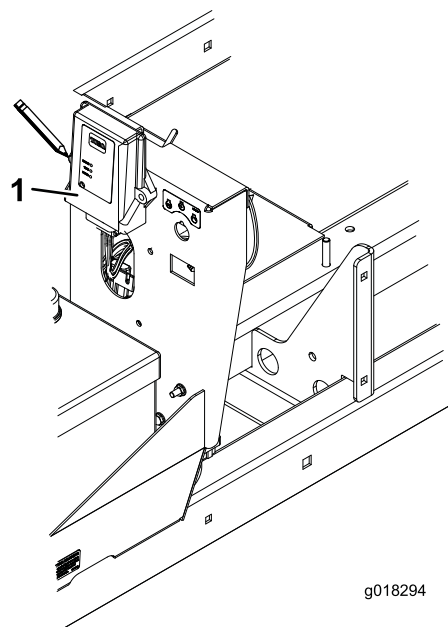

Figura 2
4. Coloque el nuevo receptor sobre el bastidor, alineando su taladro de montaje derecho con el taladro de montaje superior derecho utilizado para montar el receptor antiguo (Figura 2).
5. Utilizando el taladro izquierdo del receptor nuevo como plantilla, localice, marque y perforo un taladro de 0,713 cm (0,281 pulgadas) de diámetro en el bastidor (Figura 2). Asegúrese de que el controlador inalámbrico está horizontal.